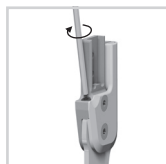

図18
- 6 調節ねじを、希望する位置までねじ込みます(図18)。